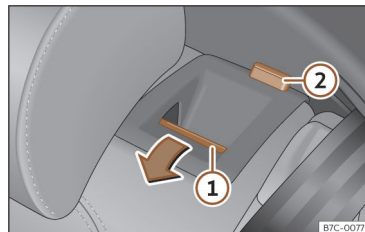

Fig. 97 Banco traseiro: rebater o encosto.
- Pressione o botão de desbloqueio >>> **Fig. 97** ① para a frente e, ao mesmo tempo, rebata o encosto. O encosto traseiro está desbloqueado quando se vê uma marca vermelha no botão ②.